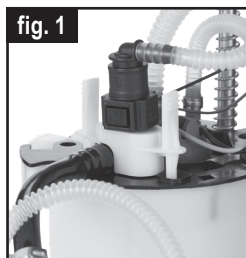

fig. 1
3. Corte la manguera accesoria del módulo de combustible nuevo (fig.1). Esta pequeña manguera es innecesaria y puede impedir el funcionamiento de la bomba de combustible si se deja suelta.
3. Plug the pump fuel hose to the rigid fuel hose as shown on image fig.1.
3. Branchez le tuyau du module à essence au tuyau à essence rigide, comme indiqué à la figure 1.